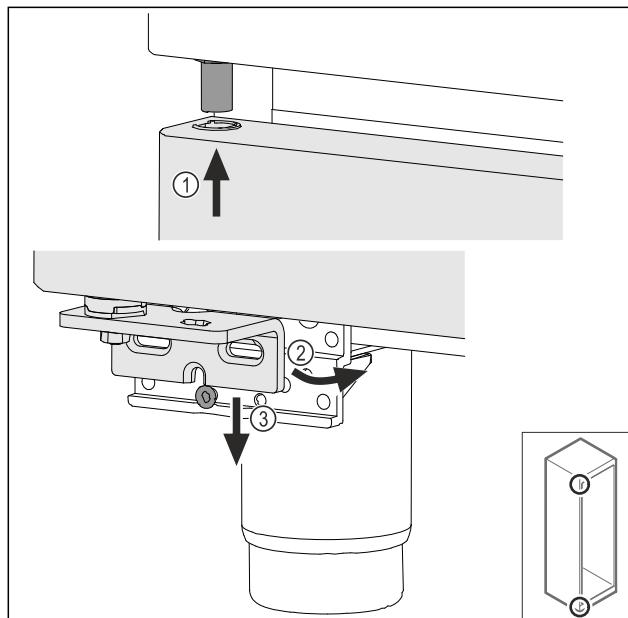

Fig. 47
- Umetnute vrata lagano nagnuta gore Fig. 47 (1), poravnajte vrata Fig. 47 (2) i dolje ih postavite na vijak podloška ležaja Fig. 47 (3).